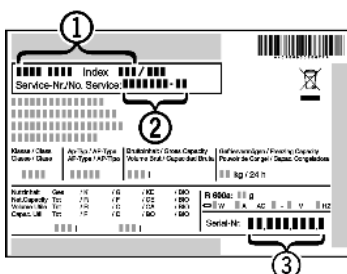

Fig. 49
- ▶ Očitajte naziv uređaja Fig. 49 (1), servisni broj Fig. 49 (2) i serijski broj Fig. 49 (3) s tipske pločice. Tipska pločica nalazi se na lijevoj unutarnjoj strani uređaja.